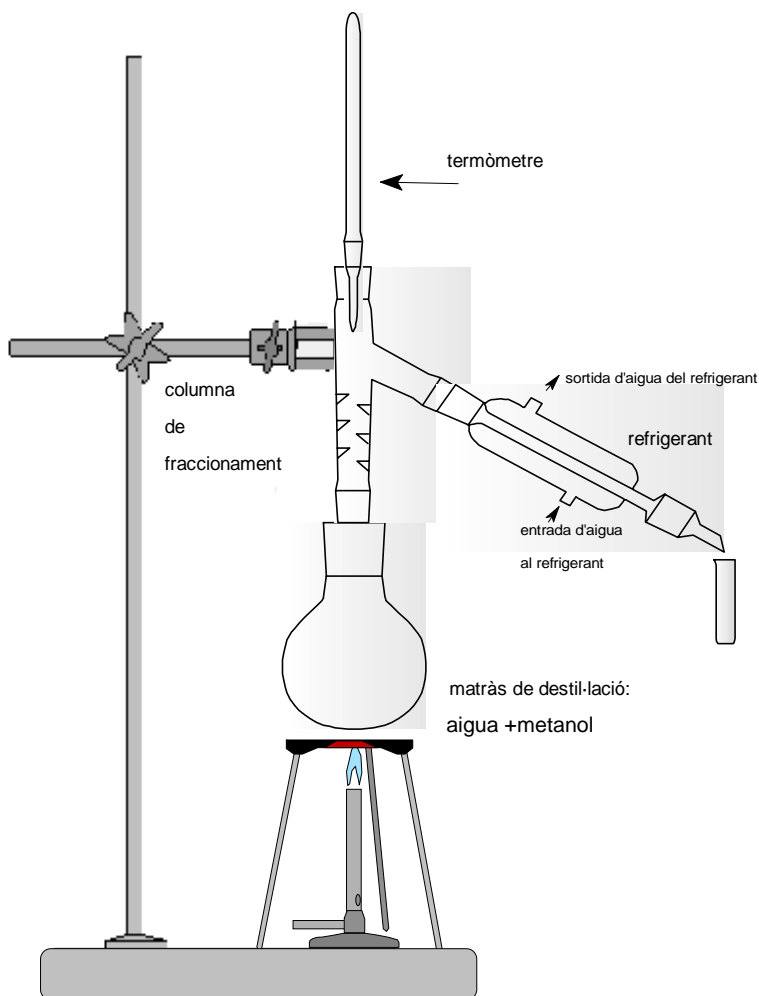

Figura 1: aparell de destil·lació amb columna de fraccionament
1. Munta l'aparell per fer una destil·lació fraccionada que veus a la figura 1. Observa com és la columna de fraccionament. Pren nota de les teves observacions.